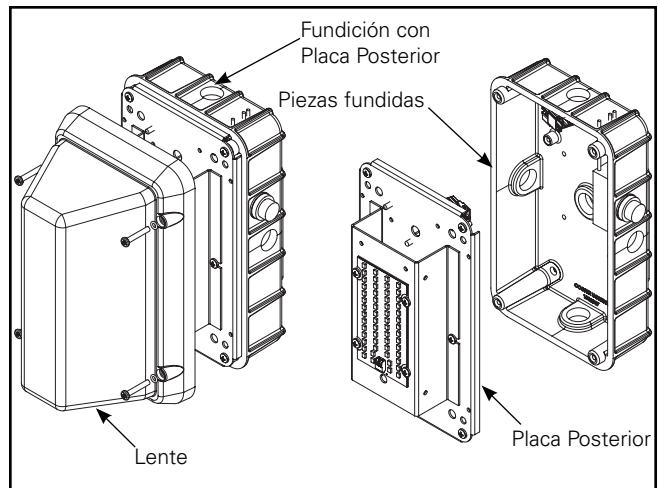

Figura 5.
2. Retira la placa posterior con un destornillador Philips (consulta la Figura 5) y desconecta la desconexión rápida.